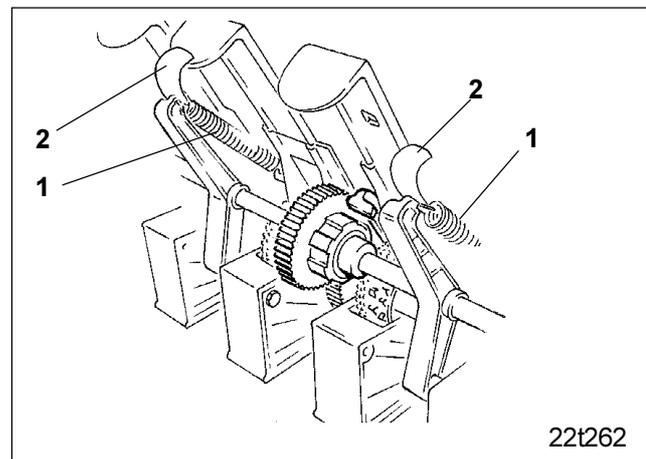
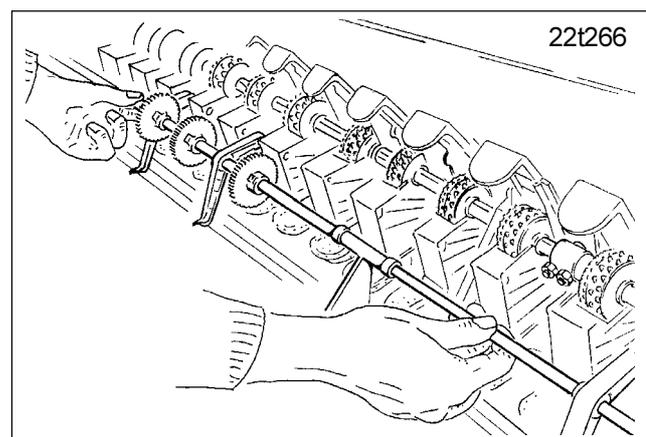

Fig. 1.6
Fig. 1.7
Sollen Fahrgassen angelegt werden, müssen bei Sämaschinen bis Baujahr Ende 2000 die Federn (Fig. 1.6/1) und Spannhaken (Fig. 1.6/2) für die Vorgelegewelle ausgetauscht werden. Die neuen Teile haben folgende Bestellnummern:
- die Vorgelegewelle der Särad-Fahrgassenschaltung (falls vorhanden) wird nach dem Lösen der Zugfedern (Fig. 1.6/1) mit den Schwenklagern heruntergeklappt (siehe Fig. 1.7)
Sollen keine Fahrgassen angelegt werden, darf die Vorgelegewelle (Fig. 1.7, falls vorhanden) nicht hochgeklappt und zum Eingriff gebracht werden. Sollen Fahrgassen angelegt werden, beachten Sie die Hinweise in Kap. 4.